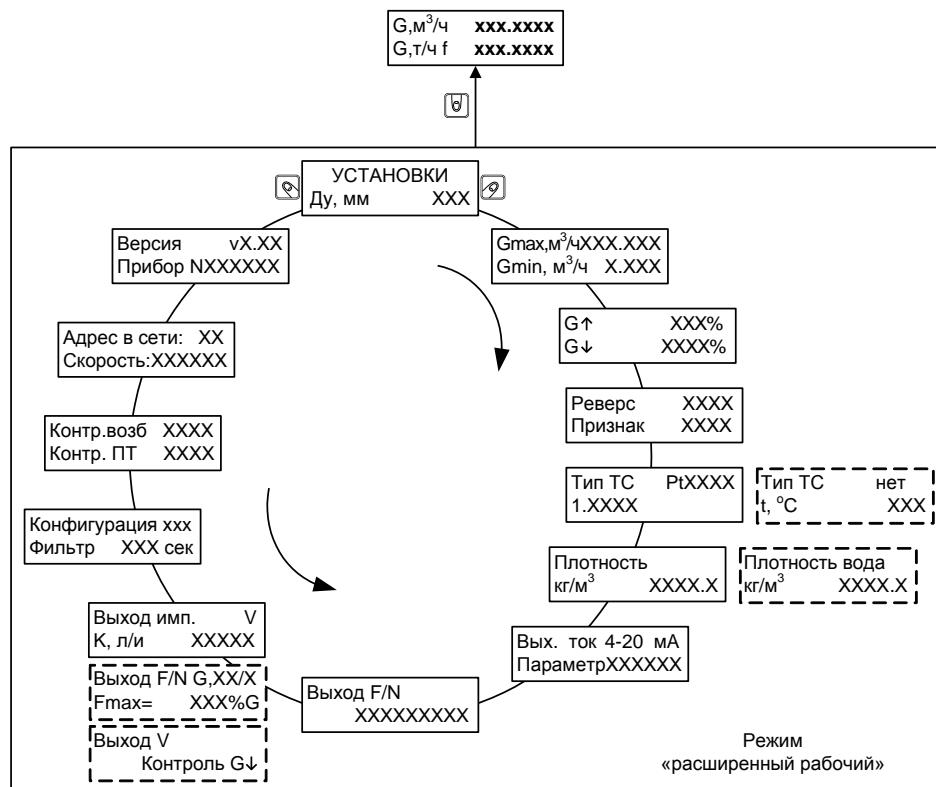

Рис. 9.2
9.2.2 Порядок перехода между окнами меню режима «**Расширенный рабочий**» и «**Служебный**» изображен на рис. 9.2.